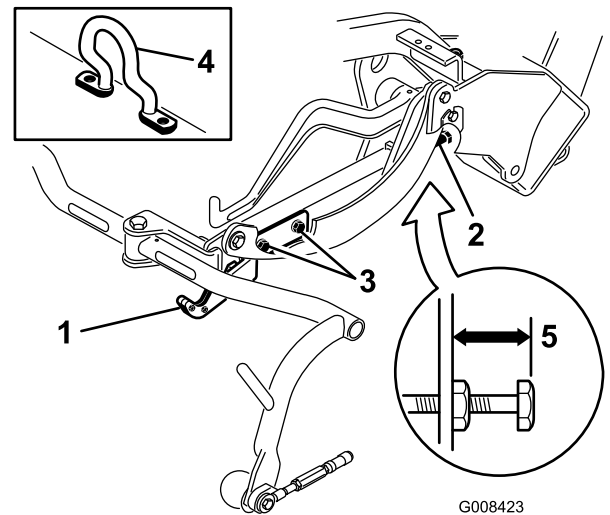
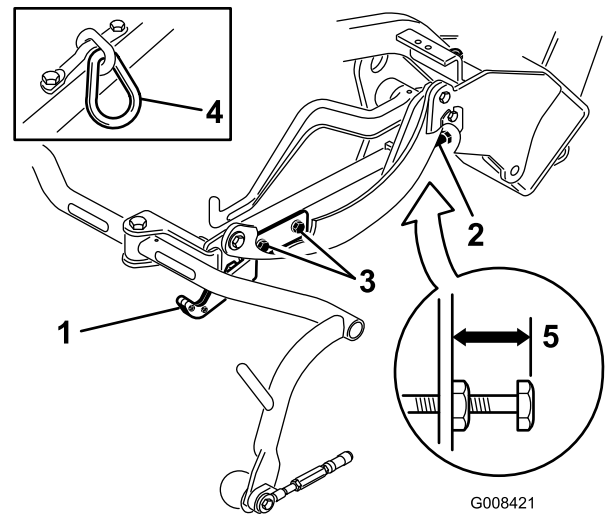
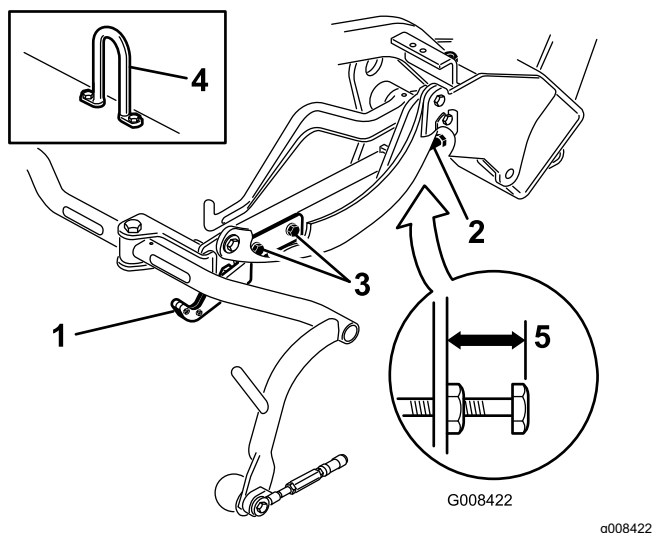

Figura 11
Figura 12
Figura 13
3. En unidades de corte equipadas con un gancho de elevación con eslabón de cadena o recto (Figura 12 y Figura 13, detalle), compruebe que la distancia entre la parte superior del tornillo de ajuste del bastidor de tiro y el borde trasero del bastidor de tiro es de 22 mm. Si la distancia no es de 22 mm, continúe con el paso 4. Si la unidad de corte está equipada con un gancho de elevación acodado, (Figura 11), continúe con el paso siguiente.
Compruebe la altura de transporte (Figura 12 y Figura 13) y ajústela si es necesario.
2. En unidades de corte equipadas con un gancho de elevación acodado (Figura 11, detalle) compruebe que la distancia entre la parte superior del tornillo de ajuste del bastidor de tiro y el borde trasero del bastidor de tiro es de 25 mm. Si la distancia no es de 25 mm, continúe con el paso 4.
4. Afloje los tornillos de montaje de la pletina de transporte (Figura 12, Figura 13 y Figura 11).
7. Si los bastidores de tiro no están a la misma altura, afloje la contratuerca del tornillo de ajuste del bastidor de tiro (Fig. Figura 11, Figura 12 y Figura 13). Gire el tornillo hacia fuera para elevar y hacia dentro para bajar. Apriete la contratuerca después de obtener la altura adecuada.